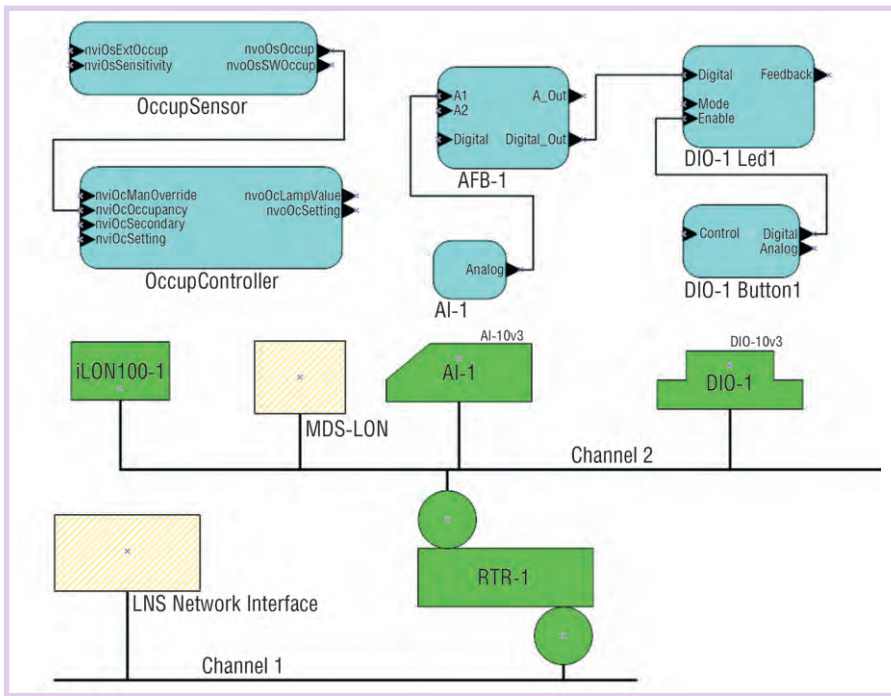

Рис. 3. Пример сетевой диаграммы
Сетевая диаграмма, или программа сети, отображается в виде устройств и функциональных блоков. На диаграмме, приведённой в качестве примера на рис. 3, имеются четыре устройства: маршрутизатор RTR-1, два цифровых контроллера DIO-1 и DIO-2, а также датчик MDS-LON. Эти устройства соединены двумя физическими каналами Channel1 (IP) и Channel2 (TP/FT), разделёнными между собой маршрутизатором. К каналу IP присоединён компьютер LNS. Здесь же, на этой диаграмме, отображены имеющиеся на устройствах функциональные блоки и связи между ними. У каждого функционального блока обозначен набор входных и выходных сетевых переменных. Линиями обозначены связи между сетевыми переменными, образующие собственно программу сети.
Чтобы проиллюстрировать процесс инсталляции сети, приведём пример, в котором шаг за шагом поясняется создание показанной на рис. 3 сетевой диаграммы.
ства. Сетевая диаграмма приобретёт показанный на рис. 3 вид. Все устройства логически присоединены к каналу.